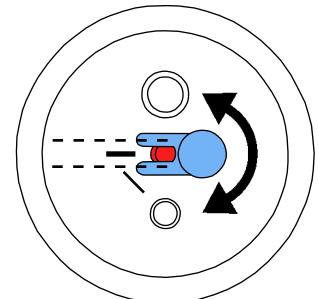

Abb. 12
- Bei Strahlanks 25 - 70 µm muss die Dosierdüse ausgerichtet werden (Abb. 12)!